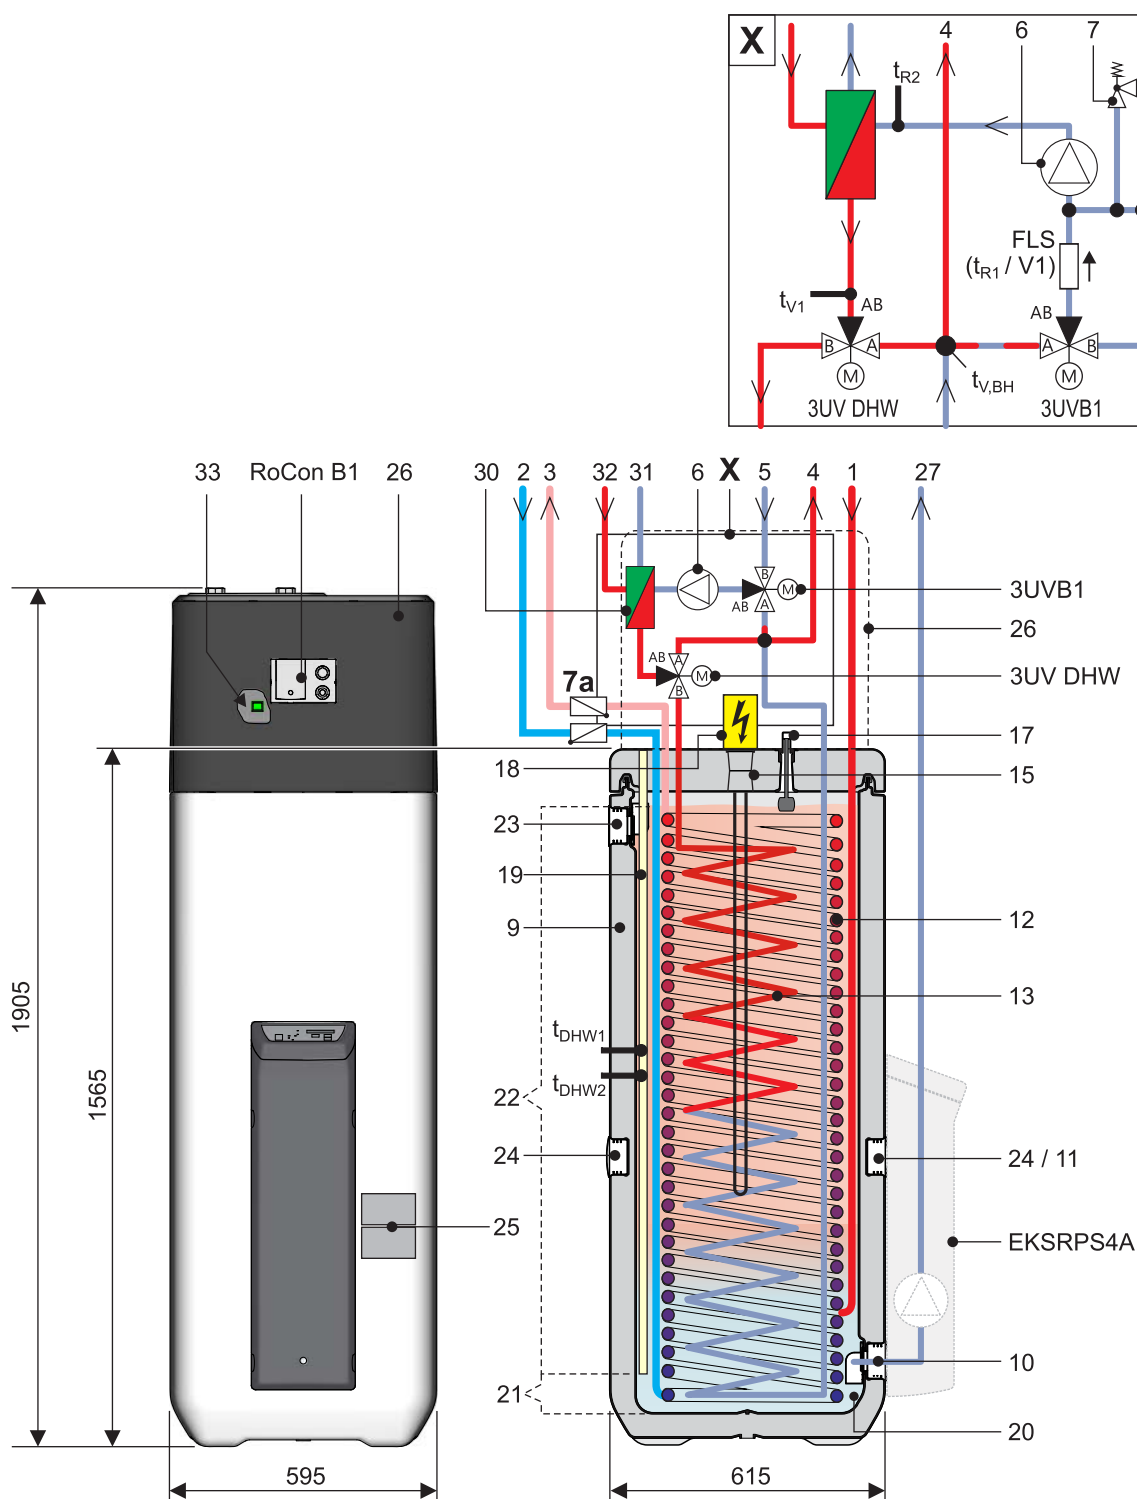
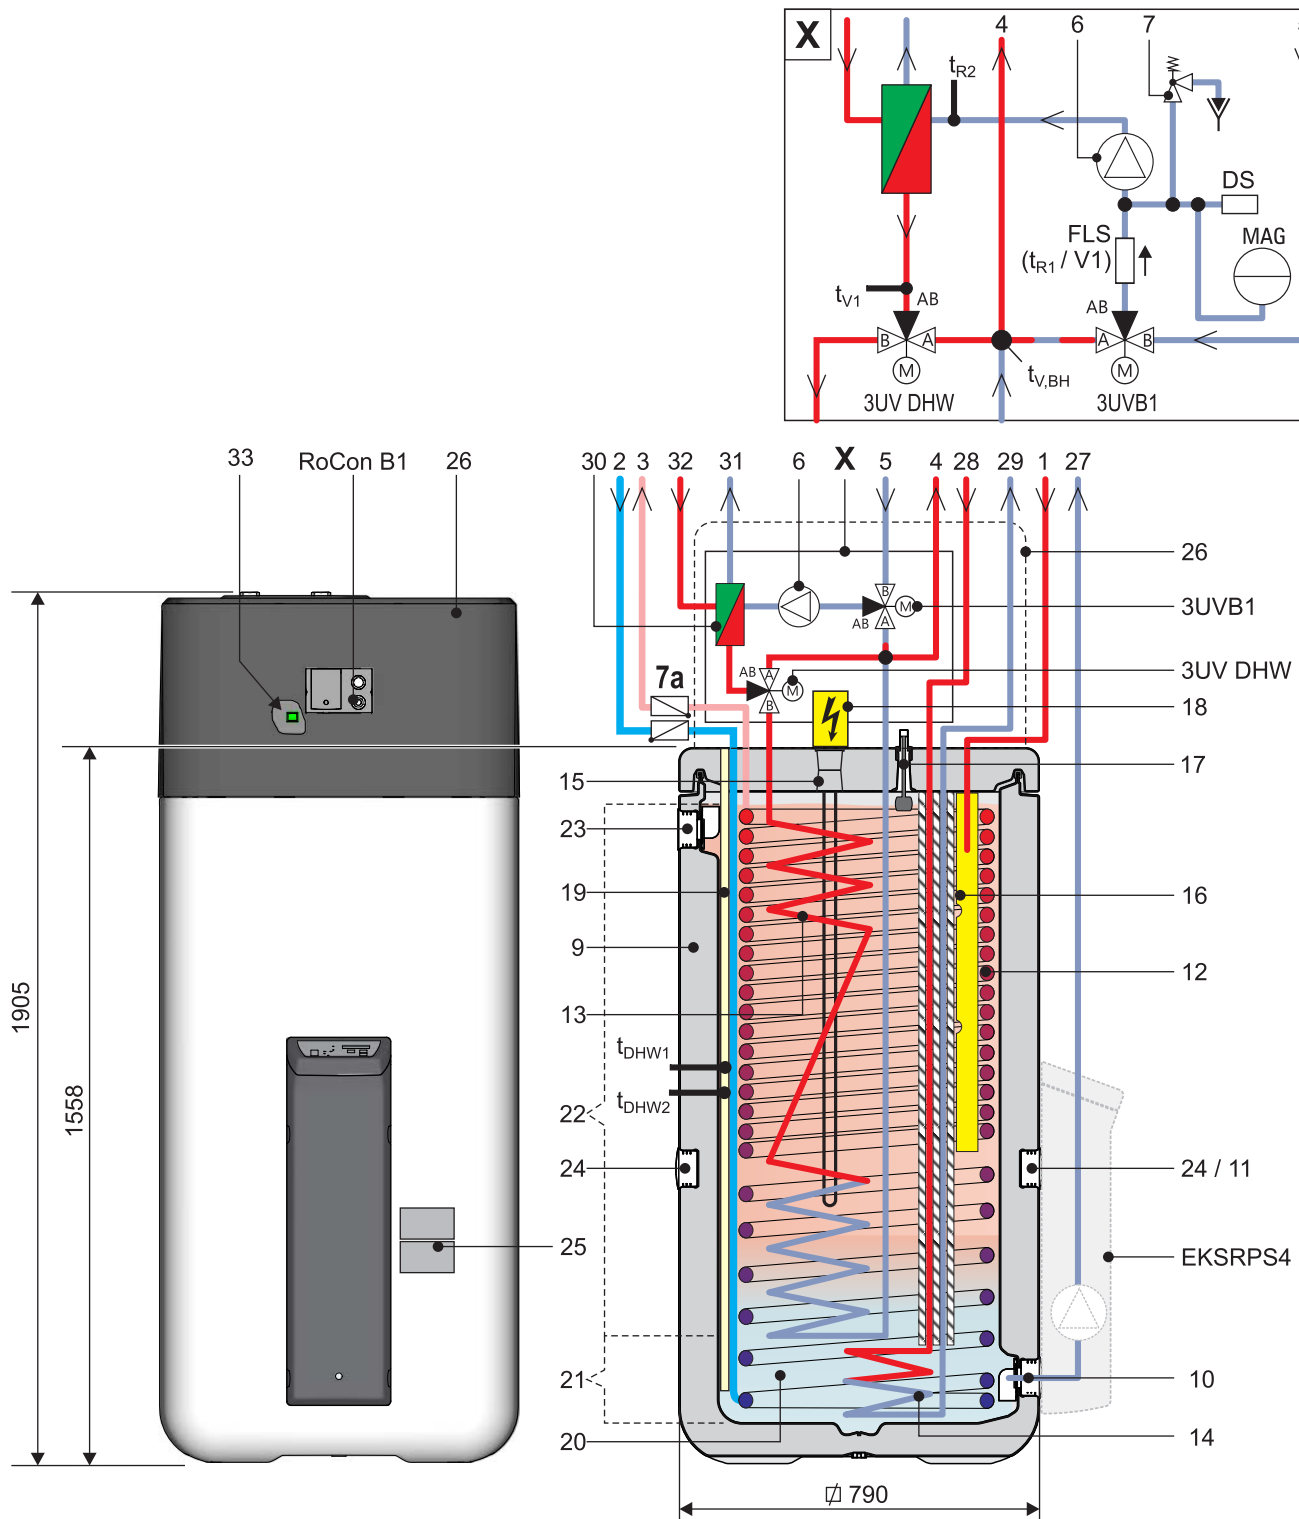

Bild 3-2 Aufbau und Bestandteile Daikin Altherma EHS(X/H)...P30B (Außenansicht und Innenaufbau)
Bild 3-5 Aufbau und Bestandteile Daikin Altherma EHS(X/H)B...P50B (Außenansicht und Innenaufbau)
Tab. 3-1 Legende zu Bild 3-2 bis Bild 3-5
- Am Speicherbehälter die Abdeckblenden (Bild 4-4, Pos. B) abziehen und die Gewindestücke (Bild 4-4, Pos. F) aus den Öffnungen herausdrehen, an welchen die Handgriffe montiert werden sollen (Bild 3-2 bis Bild 3-5, Pos.24).